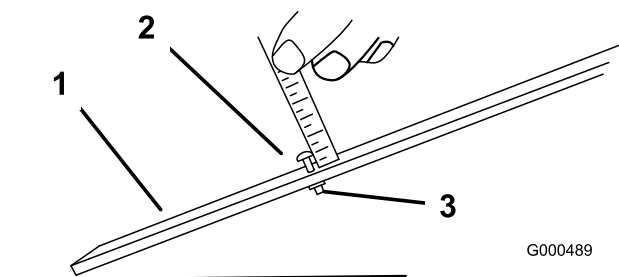

Figure 10
2. Desserrez l'écrou du gabarit et tournez la vis de réglage de manière à obtenir la hauteur de coupe voulue (Figure 10). L'écartement entre la base de la tête de la vis et la face du gabarit correspond à la hauteur de coupe.